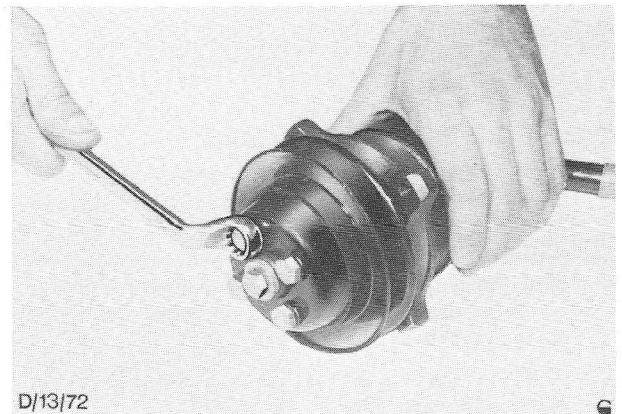

Fig.54. Pomppoelie op de pomp monteren.
8. Monteer de poelie met de 4 bouten en ringen op de pomp en zet de bouten vast, zie Fig.54.